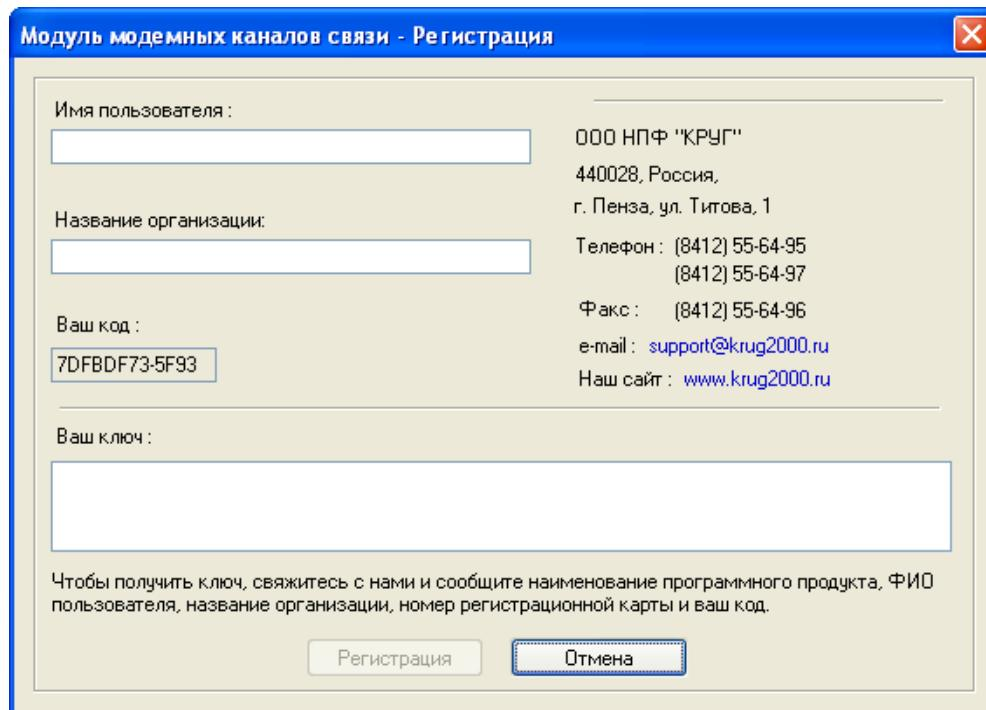

Рисунок 5.9 – Диалоговое окно регистрации прав пользователя
- 1 В главном окне конфигуратора нажать на кнопку «Регистрация» и в появившемся окне «Регистрация» получить значение аппаратного кода (поле «Ваш код», рисунок 5.9). Значение поля «Ваш код» выводится в окне автоматически и формируется исходя из аппаратной конфигурации платформы запуска
- 3 После получения от НПФ «КРУГ» значения ключа для разрешения использования ММКС ввести его в поле «Ваш ключ» (рисунок 5.9)
- 4 Заполнить остальные поля в окне «Регистрация» (рисунок 5.9)
- 5 Нажать на кнопку «Регистрация» (рисунок 5.9)
- 1 В главном окне конфигуратора каналов связи (рисунок 5.9) выбрать свободный COM-порт